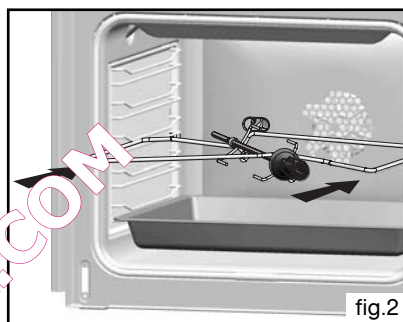
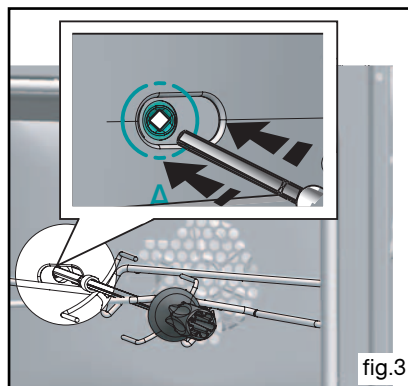

fig.2
fig.3
- **Plat multi usages 20 mm (fig.2)**
- disposez le plat multi-usages au gradin N°1 pour recueillir les jus de cuisson ou sur la sole si la pièce à rôtir est trop grosse (fig.2).
- placez la broche sur son berceau (fig.2).
- poussez légèrement pour engager la pointe de la broche dans le carré d'entraînement situé au fond du four (fig.3).
Insérez les deux autres butées rouges dans les emplacements **A** prévus à cet effet (fig.2). Faire levier sur ces pièces afin de déclipper la glace (fig.3).